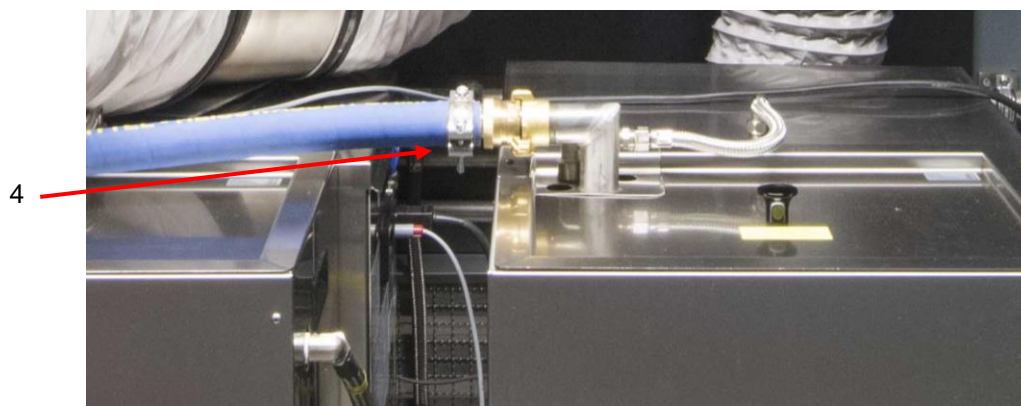

Abb. 6: Anschluss des Dampfschlauches am Umlaufkühler 2000/20
- ◆ Schließen Sie das andere Ende des Dampfschlauches am Kühlwassereingang Vorratstank an (siehe Abb. 6:).